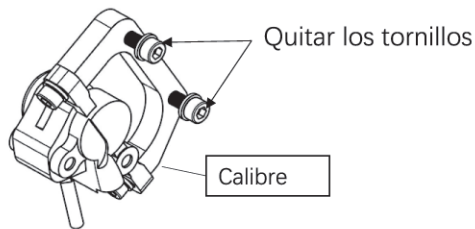

Figura 38-2.
b. Utilizar una llave Allen de 5 mm (o una llave T25) para retirar los dos tornillos premontados en la pinza de freno, como se muestra en la Figura 38-2.